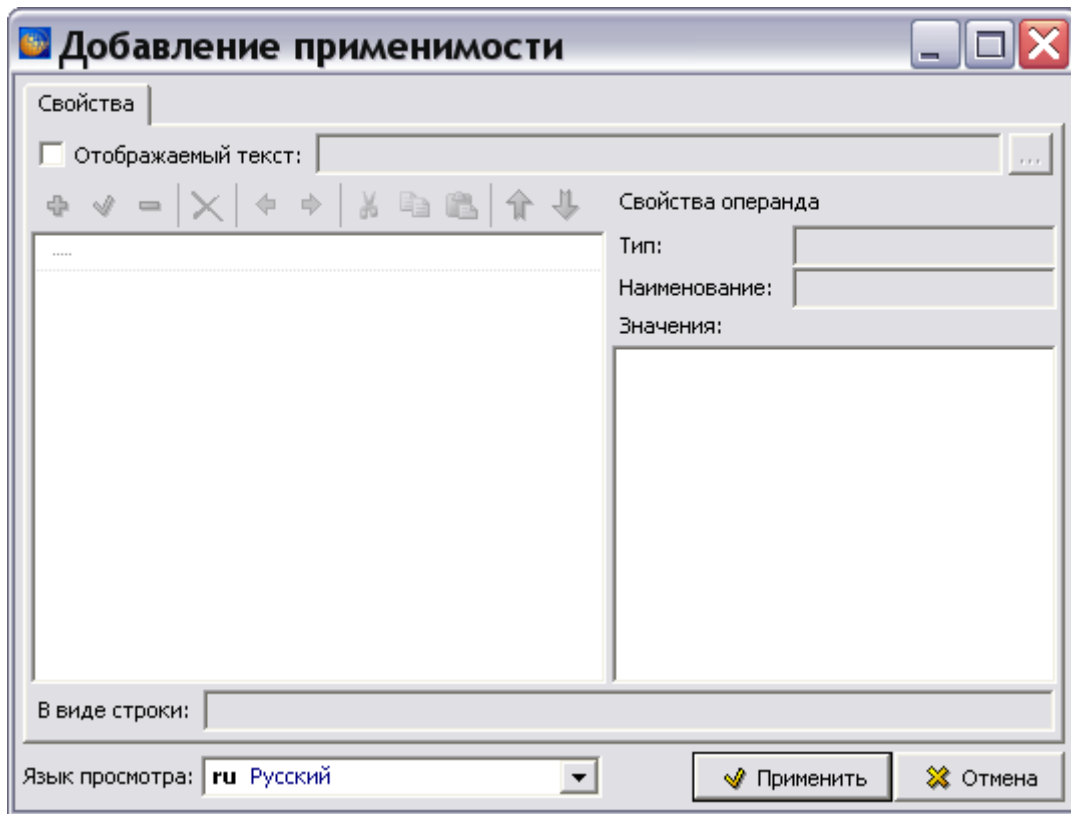

Рис. 101
2. Нажмите на кнопку **Добавить применимость (Ins)**  на панели инструментов. При этом откроется диалоговое окно **Добавление применимости** (Рис. 101).